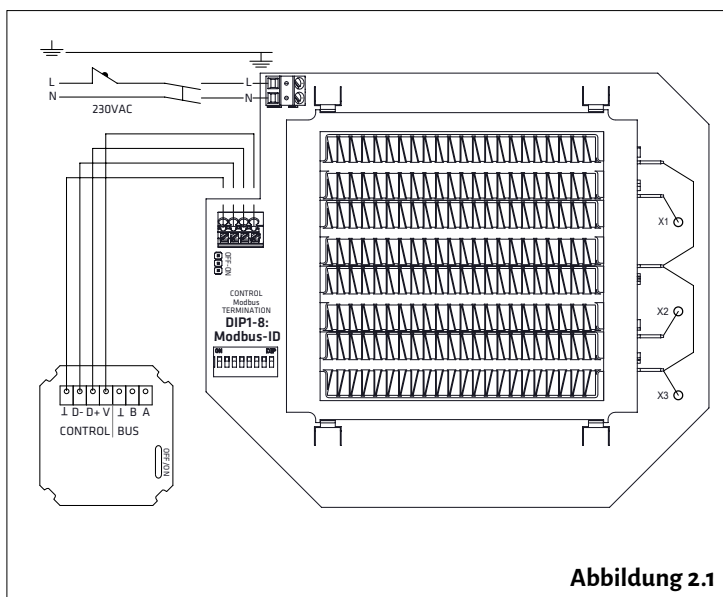

Abbildung 2.1
2. Der Mindestabstand der Anschlussvorrichtung von der Decke beträgt 100 mm (siehe Abb. 2.1). Montieren Sie die Anschlussvorrichtung in einer Mindesthöhe von 1,8 m. Vergewissern Sie sich, dass Kinder das Gerät nicht erreichen.
3. Entfernen Sie das Gitter (2) vom Korpus. Entfernen Sie die zwei Befestigungsschrauben (3) und ziehen Sie das Gitter vom Korpus (1) ab.
4. Führen Sie den Rohrleitungsanschluss des unteren Abschnitts in die Lufteinlassrohrleitung und befestigen Sie den Korpus mit Schrauben (4) an der Wand (4 Stk., max. Ø 5 mm).
1. Führen Sie das für die ECO-T Steuereinheit bestimmte Datenkabel von der ECO-Heizung zur Abzweigdose, so wie in Abb. 2.1 dargestellt.
2. Nehmen Sie den Touchscreen (4) vom Verriegelungselement (3) ab.
3. Lösen Sie das Verriegelungselement beispielsweise mit einem kleinen Schraubendreher vom Bodenelement (1).
4. Befestigen Sie das Bodenelement (1) an der Abzweigdose.
5. Montieren Sie die Abdeckplatte (2).
6. Montieren Sie das Verriegelungselement (3).
7. Verbinden Sie die Kabel mit den Anschlüssen des Touchscreens, so wie in Abb. 2.1 dargestellt.
8. Drücken Sie den Touchscreen (4) in das Verriegelungselement (3), bis er einrastet.